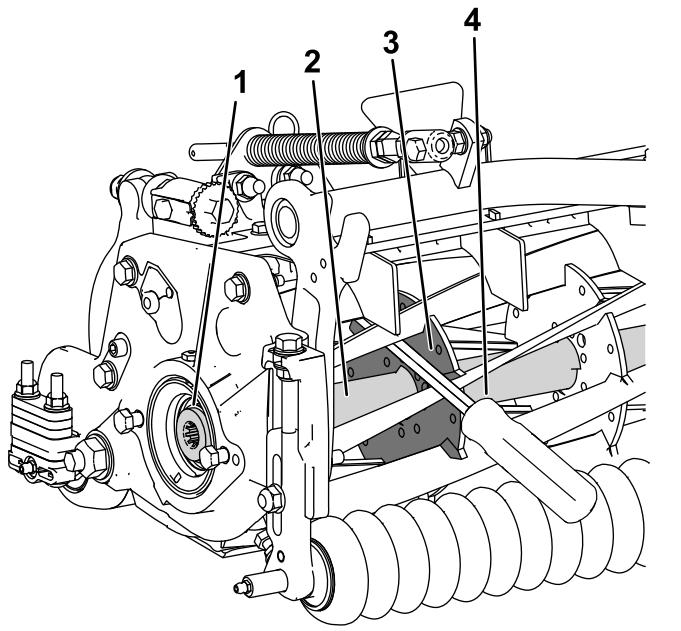

図 43
1. 長い柄のバール9 mm x 30 cm程度のドライバータイプのもの。握りのついているものがよいを用意する。バールは、トルク作業を行う側に近い側で、リールの前から差し込むようにする図43。
2. リール補強版の溶接側からバールを入れる図43と、